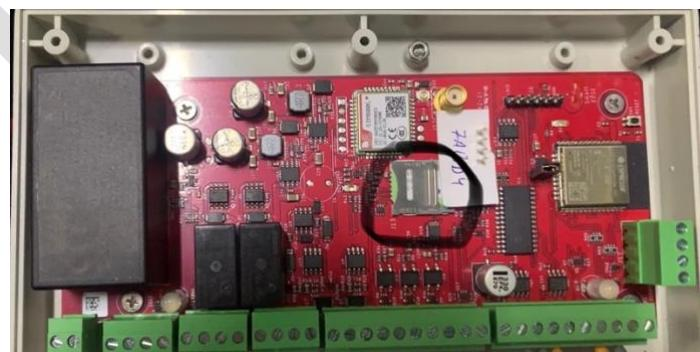
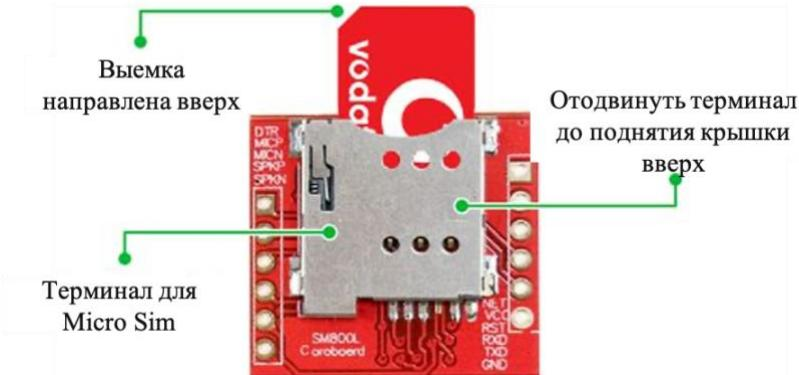

Рисунок 2 Контроллер TOUCH и терминал Micro Sim
Рисунок 3 Схема подключения Micro Sim
3. Установите Sim-карту с подключенными услугами в Терминал Micro Sim (Рисунок 2), который расположен на контроллере (Рисунок 2). Внимательно и осторожно вставляйте SIM-карту в Терминал, не прилагая излишних усилий. Для этого нажмите на крышку Терминала и плавным движением отодвигните её вниз до поднятия вверх (Рисунок 3).